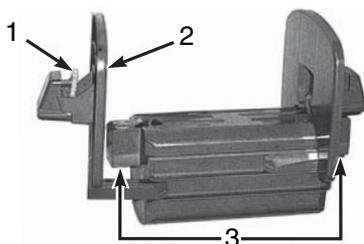

Figura 15, Suporte de Alimentação de Material
1. Retire o suporte de alimentação de material (**Figura 15**) da impressora, elevando-o para fora da armação.
Existem contactos eléctricos localizados debaixo dos separadores laterais (Figura 15, 3) em ambos os lados no suporte de alimentação de material. Tenha cuidado para não danificar os contactos eléctricos; se tal acontecer, a impressora Brady IP não poderá ler a identificação do material nas etiquetas.
2. Mantenha pressionado o separador verde (**Figura 15, 1**) no suporte de alimentação de material e faça deslizar a peça da extremidade (**Figura 15, 2**) para fora.